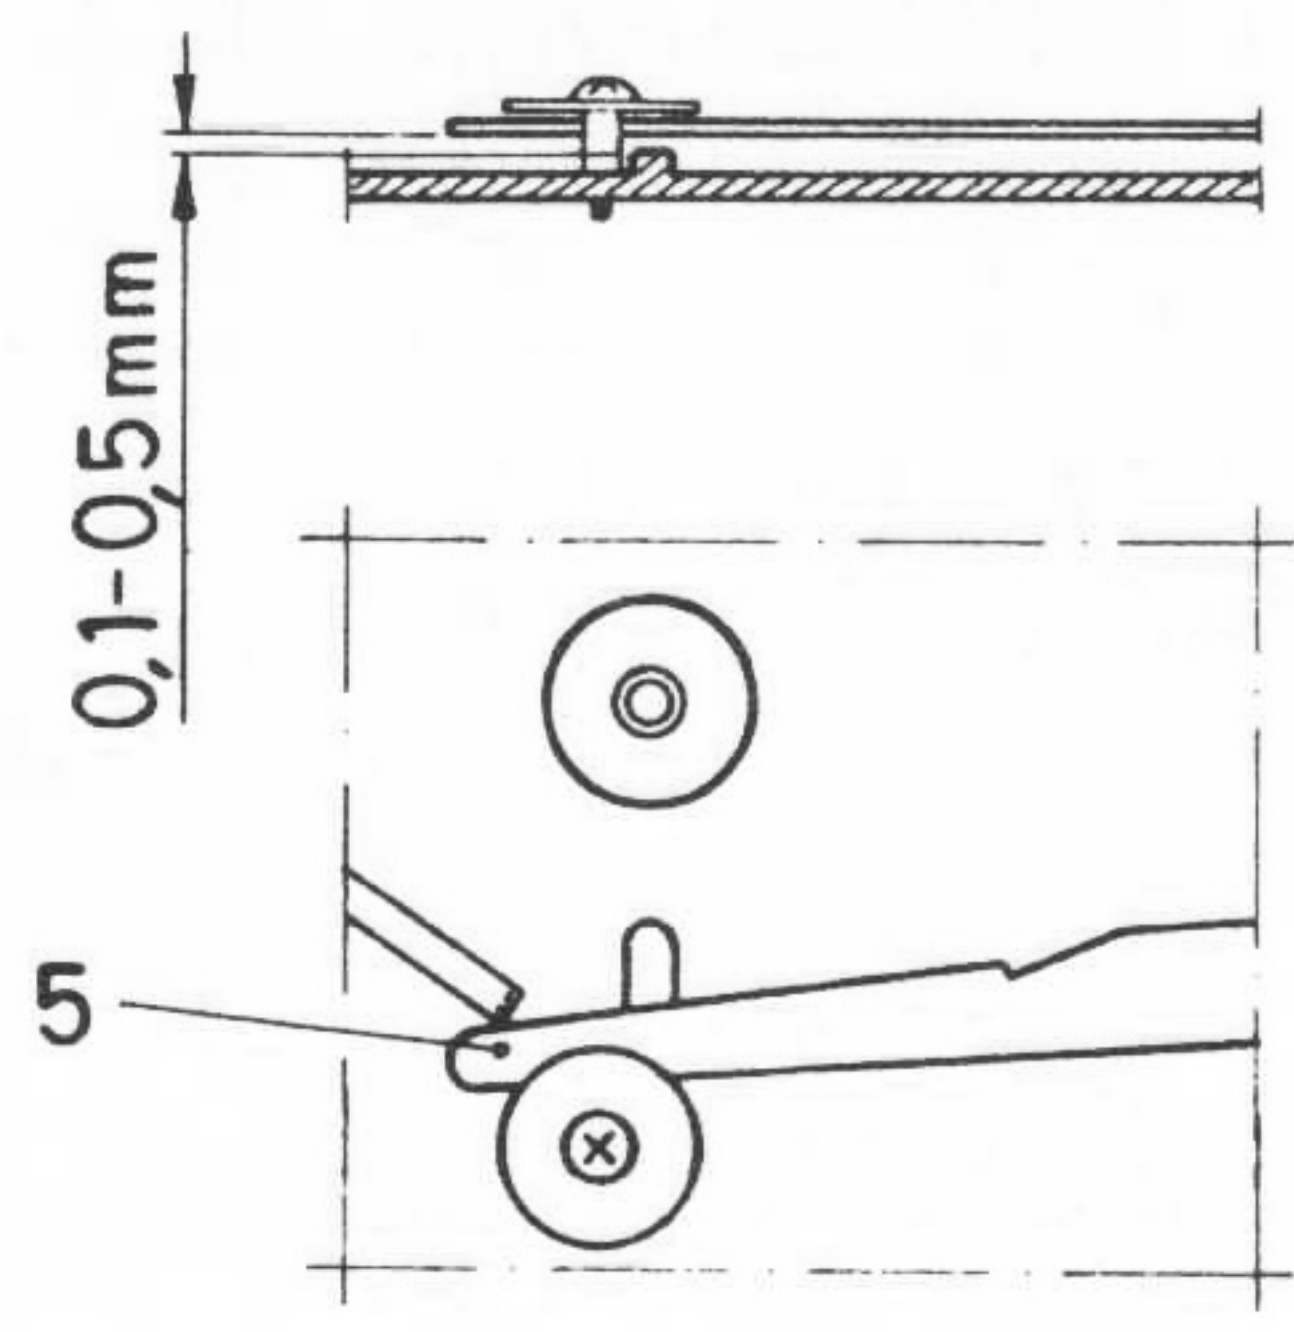

Fig. 5
JUSTERING AV START- OCH STOPPARM (5). FIG 5.